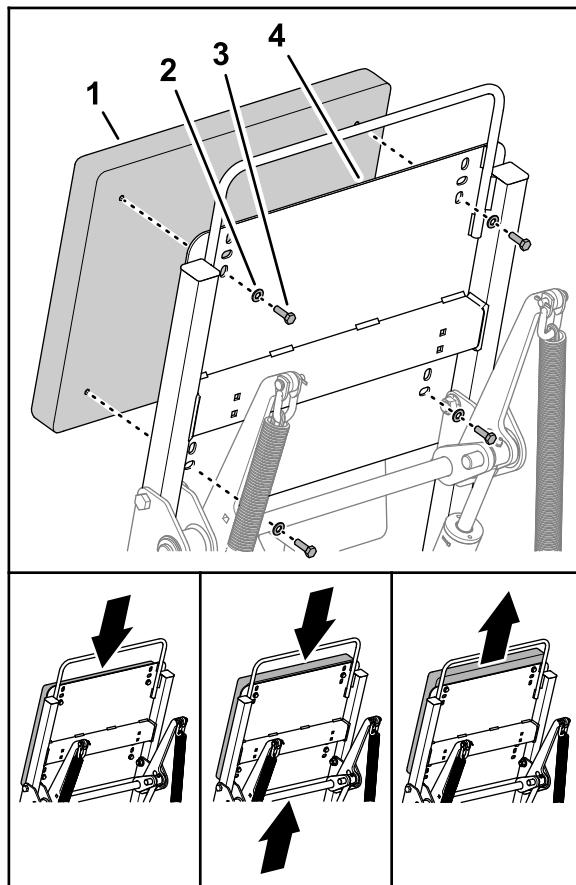

Figura 25
1. Retire los 4 pernos y las 4 arandelas que sujetan el cojín del respaldo a la placa de montaje (Figura 25).